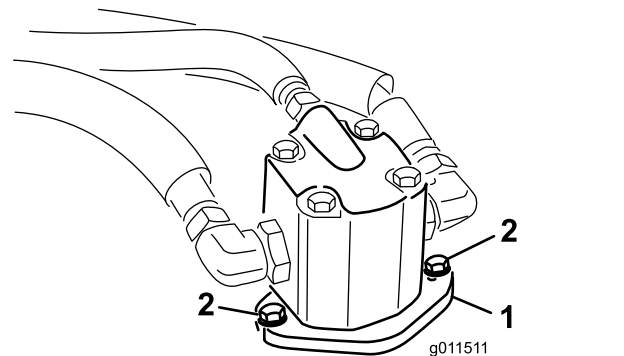

Bild 81
4. Entfernen Sie die Schrauben, mit denen der Hydraulikmotor am Mähwerk befestigt ist (Bild 81).